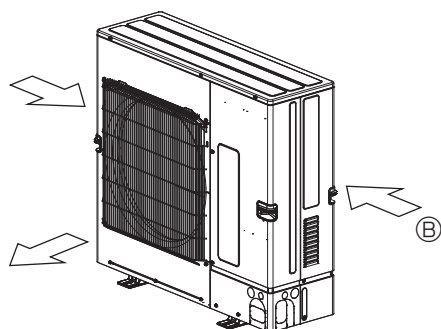

Fig. 2-6
③ Placera om det går enheten så att luftutblåset blåser vinkelrätt mot den säsongsbetingade vindriktningen. (Fig. 2-6)